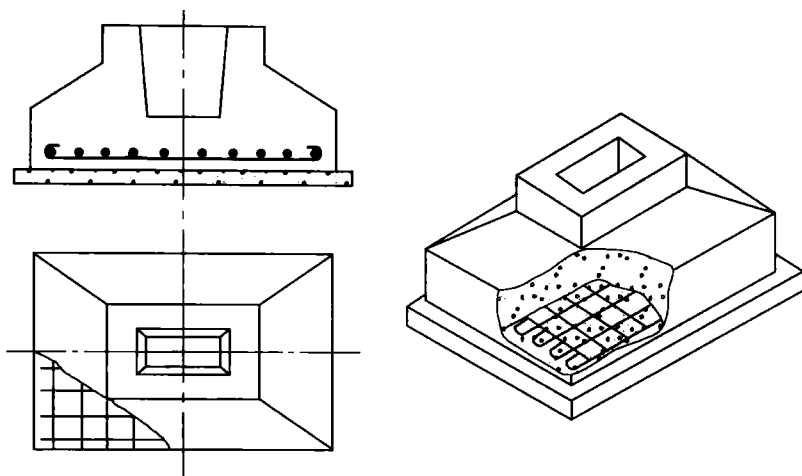

图 1-12 局部剖面图
4) 局部剖面图。形体局部剖切后所画的剖面图,如图 1-12 所示。